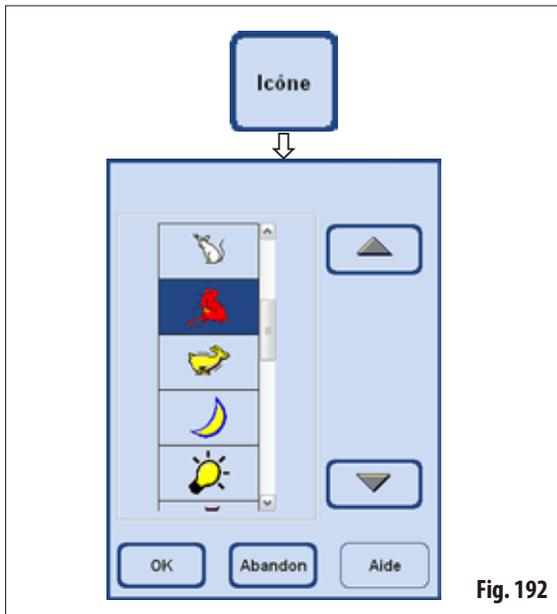

Fig. 192
- Appuyer sur le bouton **ICÔNE** pour afficher une fenêtre de sélection contenant différentes icônes (fig. 192).